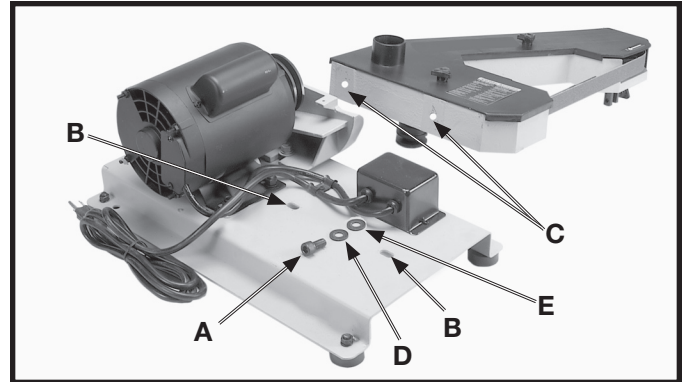

Fig. 1
1. Inserte los dos tornillos con arandelas de cierre y arandelas planas (A) Fig. 1 hacia arriba a través de los dos agujeros (B) en la base, y enrosque los tornillos en los agujeros roscados (C) en el fondo de la unidad de correa. No apriete los dos tornillos (A) completamente en este momento.